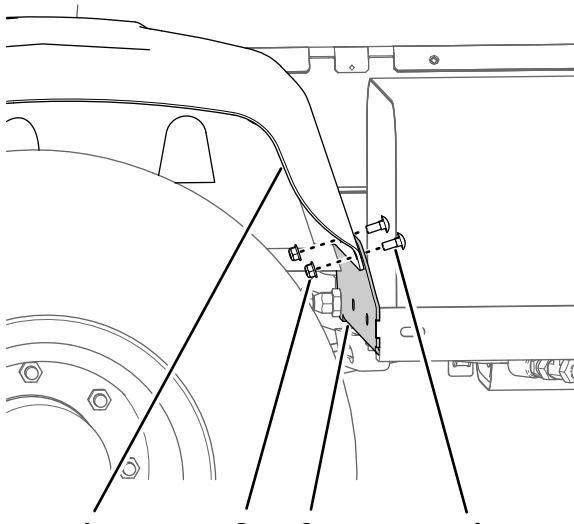

Figura 4
1. Retire os dois parafusos da carroçaria e as duas porcas de bloqueio flangeadas que fixam o guarda-lamas traseiro direito ao suporte do guarda-lamas frontal (Figura 4)